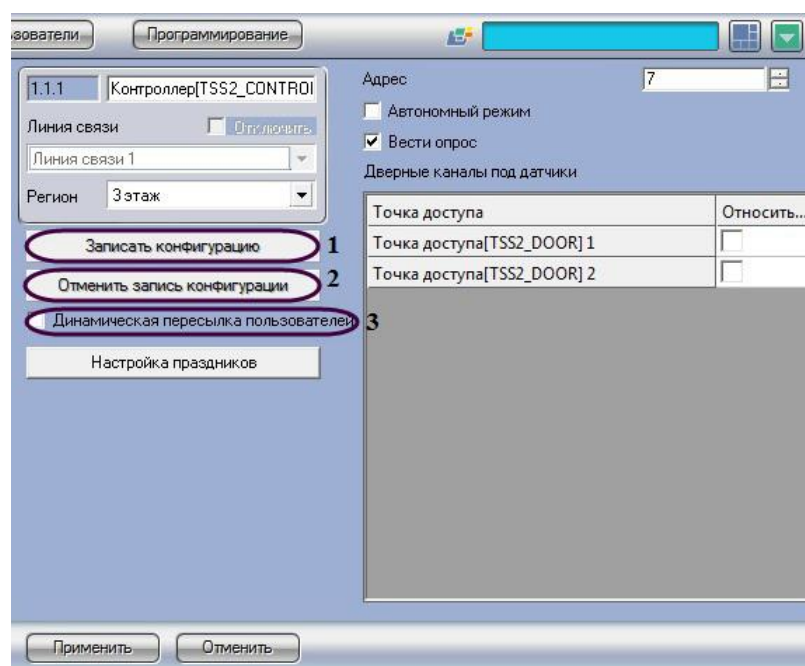

Рис. 3.4—3 Запись конфигурации в контроллер
1. Перейти на панель настроек объекта **Контроллер** (Рис. 3.4—3).
2. Нажать кнопку **Записать конфигурацию** (см. Рис. 3.4—3, 1).
Примечание. По умолчанию выполняется полная перезапись конфигурации. Для отмены записи конфигурации нажмите кнопку **Отменить запись конфигурации** (см. Рис. 3.4—3, 2).